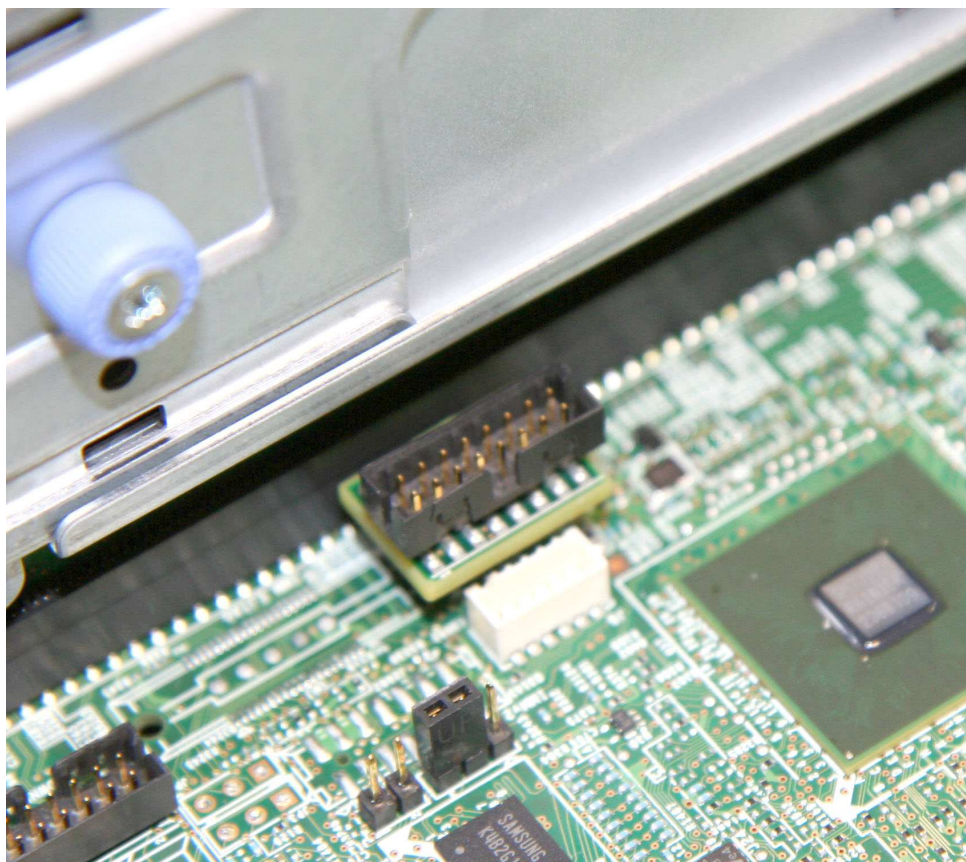

図 105. システム・ボード上の LPC コネクタに装着されている LPC アダプター、2 つのビュー
3. 130 ページの図 105 に示すように、LPC アダプター・ボードをシステム・ボード上の LPC コネクターから取り外します。